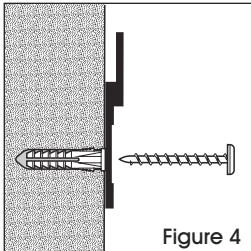

Figure 4
- Insérer les chevilles d'ancrage dans les trous jusqu'à ce qu'elles soient au ras du mur. Insérer ensuite les vis de 1 1/4 po dans les chevilles d'ancrage, au travers des supports de suspension. Visser fermement. (Voir Figure 4)